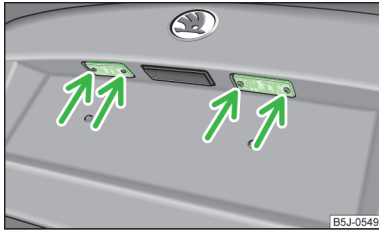

Abb. 164
- Die Gepäckraumklappe öffnen und die Glasabdeckung abschrauben » Abb. 164.